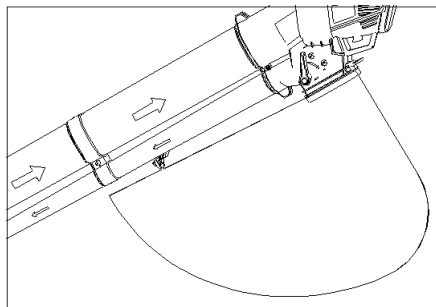
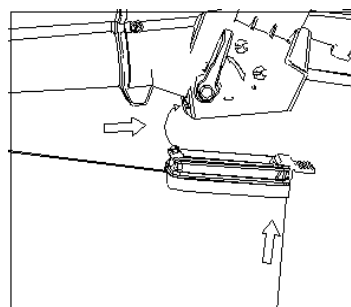

Fig. 7
Fig. 8
3. Montage van de afvalzak (fig. 7 en fig. 8)
Houd de haak van de opvangzak vast aan de buis (zie Fig. 7), en plaats vervolgens de beugel van de opvangzak om de bochtbuis in te steken (Zie Fig. 8).
Selecteer de blaasfunctie met de keuzehendel aan de zijkant van de machine (fig. 7) en schakel deze in. Zet de machine op haar wielen en beweeg haar naar voren met het uiteinde van de buis in de richting van het te verwijderen vuil.
Inspecteer het te reinigen gebied voordat u begint. Verwijder alle vuil en voorwerpen die in de stofzuiger/blazer kunnen worden gegooid, gevangen of verstrikt. Selecteer de vacuümfunctie met de keuzehendel aan de zijkant van de machine (fig. 7) en schakel deze in. Zet het apparaat op zijn wielen en beweeg het naar voren met het uiteinde van de buis naar het op te zuigen vuil. Als alternatief kunt u het uiteinde van de buis net boven de vloer houden en het heen en weer zwaaien terwijl u vooruitgaat, waarbij u het op het op te zuigen vuil richt. Duw het uiteinde van de buis niet in vuil, want dat kan de aanzuigslang verstoppen en de efficiëntie van het toestel verminderen.